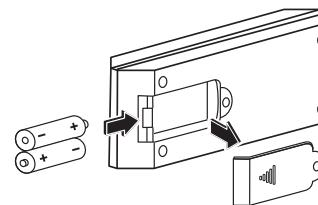

Рис. 1
- Установите элементы питания, как показано на Рис. 1 и 2.